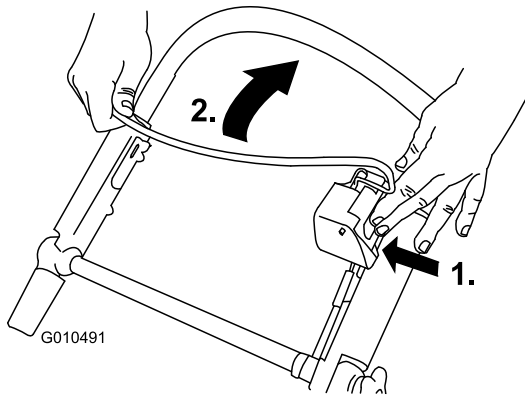

Bild 25
1. Drücken Sie auf den Messerschaltknopf und ziehen Sie den Schaltbügel zum Bügel (Bild 25).